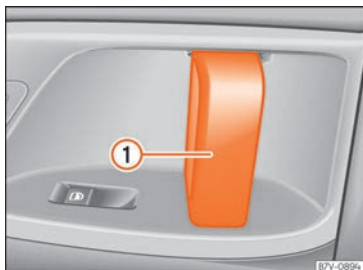

Fig. 98 Sur la porte coulissante : poignée de la porte ①.
- Lorsque la porte coulissante est déverrouillée, ouvrez-la complètement en tirant sur sa poignée intérieure »» fig. 98 ①.